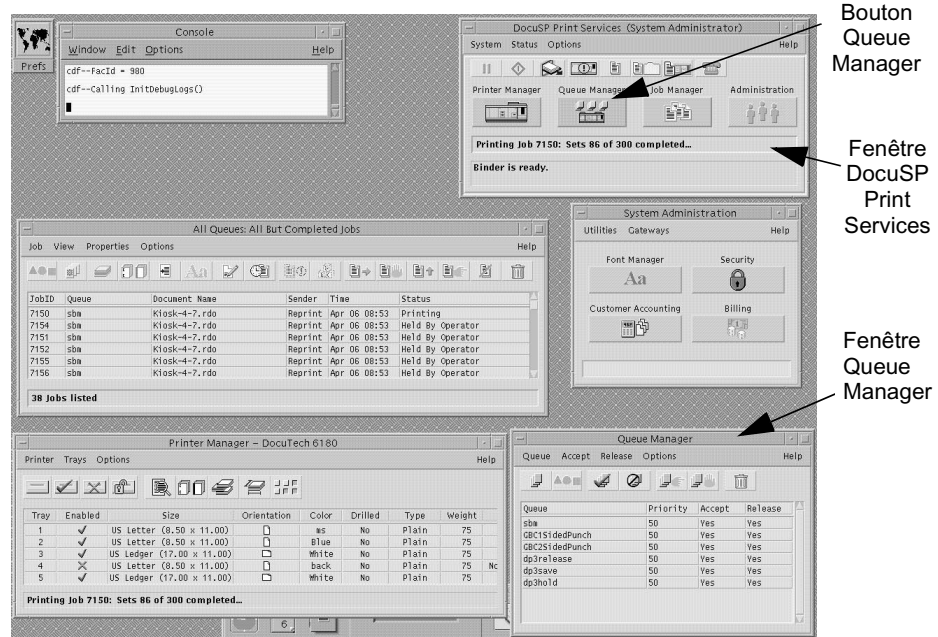

Figure 1-15: L'écran 61XX et la fenêtre Queue Manager
- 1 A partir de l'écran 61XX, consultez la fenêtre **Queue Manager** (Gestionnaire de la file d'attente), voir Figure 1-15. Si la fenêtre n'est pas ouverte, consultez la fenêtre DocuSP Print Services et cliquez sur le bouton Queue Manager.